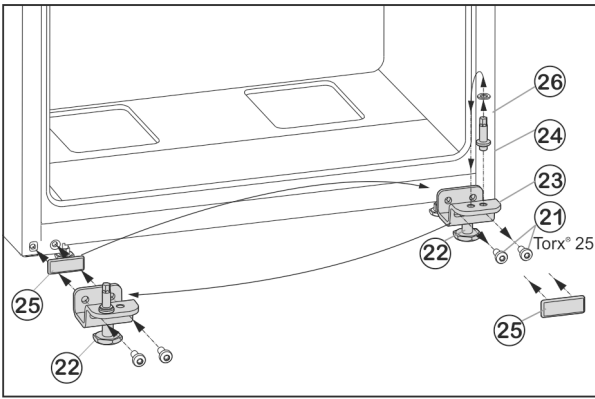

Fig. 7
- ▶ Tekerje le a rögzítőcsavarokat Fig. 7 (21).
- ▶ Vegye le a teljes alsó csapágybakot Fig. 7 (23) a csapszeggel Fig. 7 (24), az alátéttel Fig. 7 (26) és a beállító lábbal Fig. 7 (22).
- ▶ Csavarozza le a teljes csapágybakot Fig. 7 (24) az alátéttel Fig. 7 (26), helyezze át a csapágybak túoldalali felvevő furatába, és csavarozza vissza.
- ▶ Óvatosan vegye le a fedőlemezt Fig. 7 (25), és helyezze át az ellenkező oldalra.
- ▶ A teljes alsó csapágybakot Fig. 7 (23) a csapszeggel Fig. 7 (24), az alátéttel Fig. 7 (26) és a beállító lábbal Fig. 7 (22) a csuklópánt új oldalán **erősen (4 Nm-es nyomatékkal)** csavarozza vissza, adott esetben egy akkus csavarhúzó használatával.
- ▶ Az alsó ajtót felülről helyezze a csapszegre Fig. 7 (24).
- ▶ Tekerje ki az állítólábat Fig. 7 (22) az alsó csapágybakból Fig. 7 (23), míg hozzá nem ér a talajhoz.